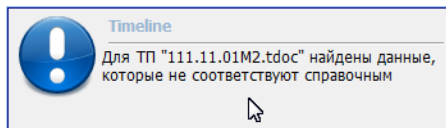

Рис. 9.3. Всплывающее окно предупреждения о расхождении данных ТП со справочниками
- ✚ **Фоновая проверка актуальности справочных данных в ТП** - настраивается пользователем из группы *Администраторы* и обеспечивает постоянную проверку актуальности объектов ТП, полученных из справочников. В случае, если обнаружено расхождение данных система выдаст предупреждение (Рис. 9.3);